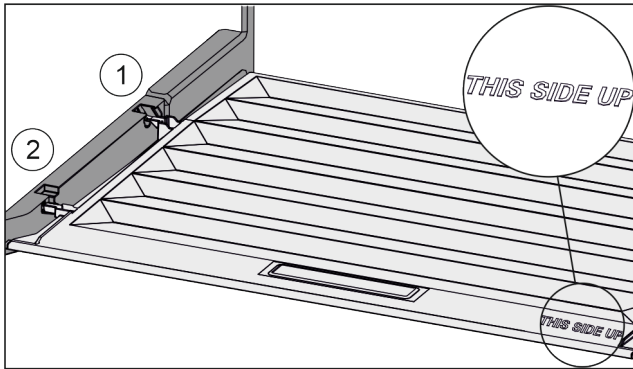

Fig. 46
- ▶ Вставить поперечные ребра крышки через отверстие заднего держателя Fig. 46 (1) и защелкнуть спереди в держателе Fig. 46 (2).